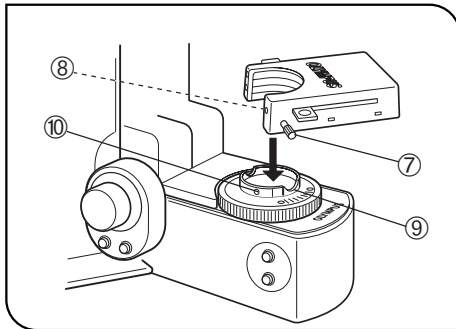
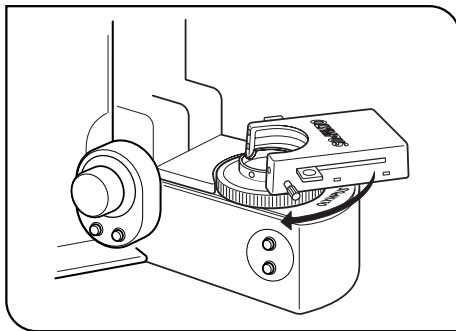

Abb. 9
Abb. 10
1. Die Feststellschraube der Filterkassette ⑦ vollständig lösen. (Abb. 9)
2. Den Keil ⑧ an der Unterseite der Filterkassette mit der Positionierkerbe ⑨ der Filteraufnahme ausrichten und die Filterkassette von oben einrasten lassen.
3. Die Filterkassette drehen, um ihre Seiten mit dem Sockel auszurichten. (Abb. 10)
4. Die Feststellschraube ⑦ mit der Bohrung ⑩ an der Filteraufnahme ausrichten und anziehen, um die Filterkassette zu befestigen.